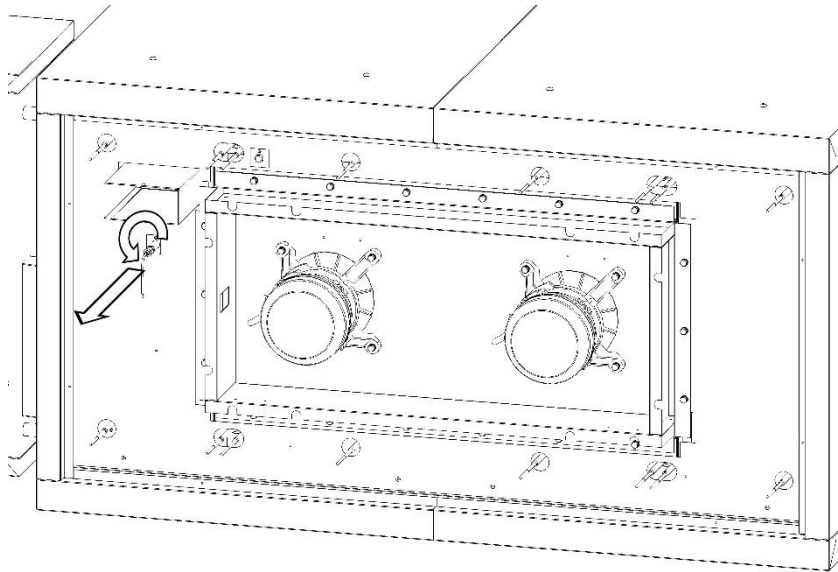

Fig.11B
5. Mit einem 12er Schlüssel die Montagemutter der Unterlage lösen und die Sonde herausziehen (Abb.11B).